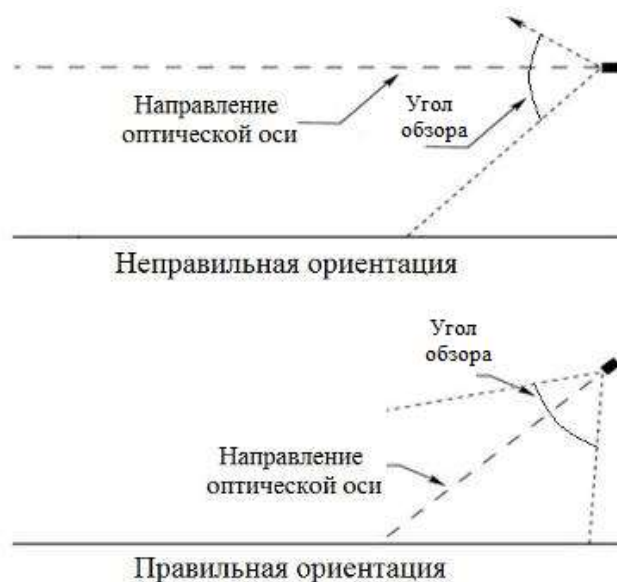

Рисунок 4 – Установка извещателя по отношению к горизонту
- Извещатель должен быть нацелен на объект по нисходящей под углом к горизонту (см. рис. 4).